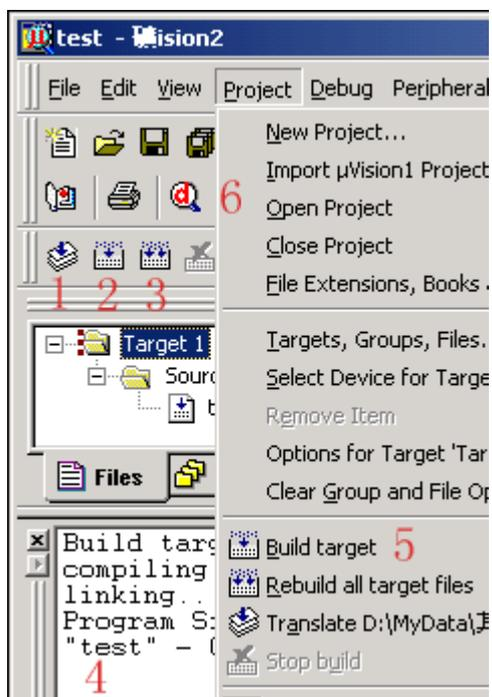

图 1-7 编译程序
(5) C 程序文件已被我们加到了项目中了,下面就剩下编译运行了。这个项目我们只是用做学习新建程序项目和编译运行仿真的基本方法,所以使用软件默认的编译设置,它不会生成用于芯片烧写的 HEX 文件,如何设置生成 HEX 文件就请看下面的第三课。我们先来看图 1-7 吧,图中 1、2、3 都是编译按钮,不同是 1 是用于编译单个文件。2 是编译当前项目,如果先前编译过一次之后文件没有做动编辑改动,这时再点击是不会再次重新编译的。3 是重新编译,每点击一次均会再次编译链接一次,不管程序是否有改动。在 3 右边的是停止编译按钮,只有点击了前三个中的任一个,停止按钮才会生效。5 是菜单中的它们,我个人就不习惯用它了。嘿嘿,这个项目只有一个文件,您按 123 中的一个都可以编译。按了?好快哦,呵呵。在 4 中可以看到编译的错误信息和使用的系统资源情况等,以后我们要查错就靠它了。6 是有一个小放大镜的按钮,这就是开启\关闭调试模式的按钮,它也存在于菜单 Debug - Start\Stop Debug Session, 快捷键为 Ctrl+F5。